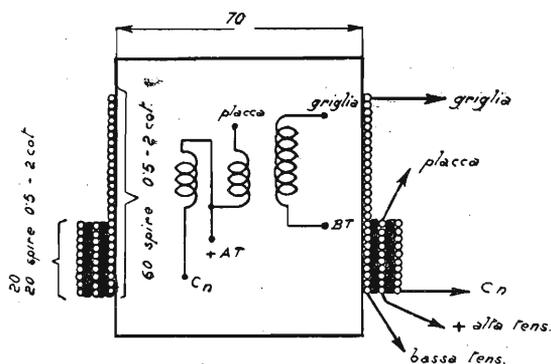

Fig. 6 - Trasformatore tra la prima e la seconda valvola. (filo 0,5 - 2 cotone).
- 1 L_2 — trasformatore per stadio ad alta frequenza neutralizzato (vedi fig. 6).